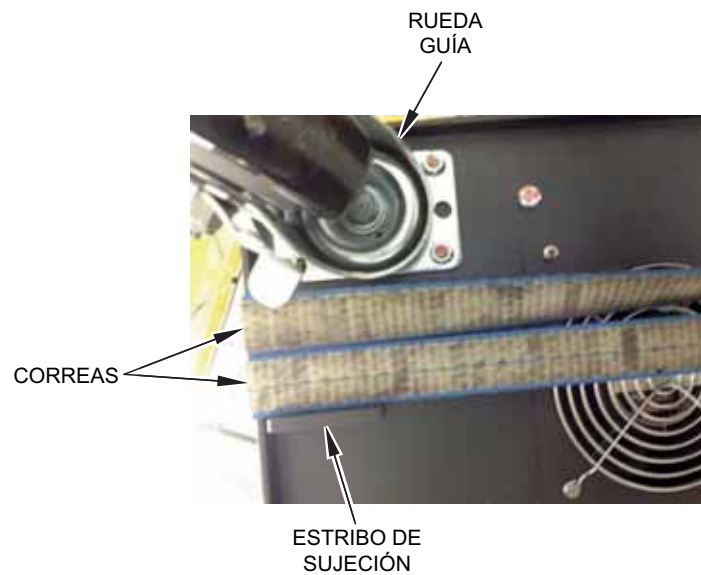

Figura 1-2 Posicionamiento de las correas
- a. Asegúrese de colocar las correas entre las ruedas guía y los estribos de sujeción debajo de la base del controlador. Consulte la Figura 1-2.